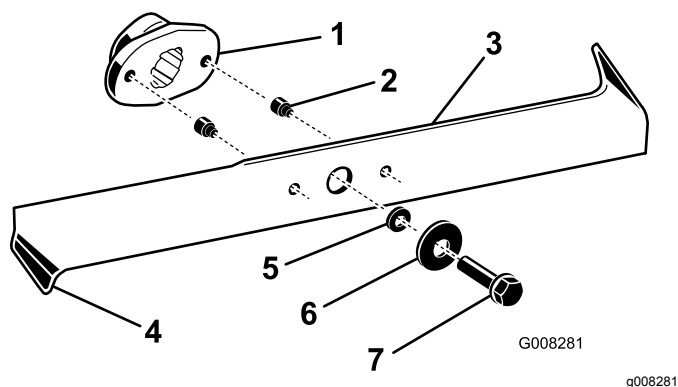

Figura 40
2. Inspeccione los filos de corte (Figura 40). Si los bordes no están afilados o tienen mellas, retire las cuchillas y afílelas; consulte Afilado de las cuchillas \(página 34\).
- Inspeccione las cuchillas, especialmente los extremos inclinados (Figura 40). Si observa cualquier daño o desgaste en esta zona, instale inmediatamente cuchillas nuevas.
- Si los pasadores de seguridad están rotos, sustitúyalos inmediatamente (Figura 40).
- Retire los pernos, las arandelas y las cuchillas (Figura 40). Inserte un bloque de madera entre cada cuchilla y el cortacésped para bloquear la cuchilla mientras se retira cada perno.
- Instale las cuchillas, las arandelas y los pernos (Figura 40).